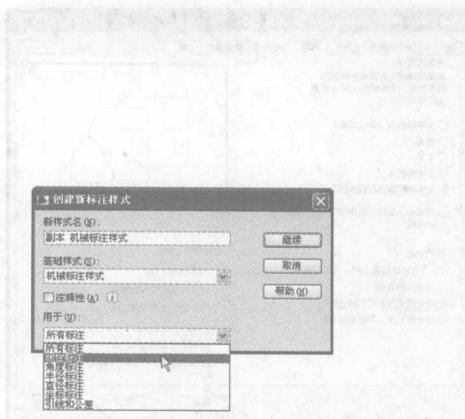

图 1-23 选择适用的标注
1) 在“标注样式管理器”对话框的“样式”列表框中选中“机械标注样式”,单击“新建”按钮,弹出“创建新标注样式”对话框,在“用于”下拉列表选中“线性标注”选项,如图1-23所示。
1) 在“标注样式管理器”对话框的“样式”列表框中选中“机械标注样式”，单击“新建”按钮，弹出“创建新标注样式”对话框，在“用于”下拉列表选中“角度标注”选项，参见图 1-23。